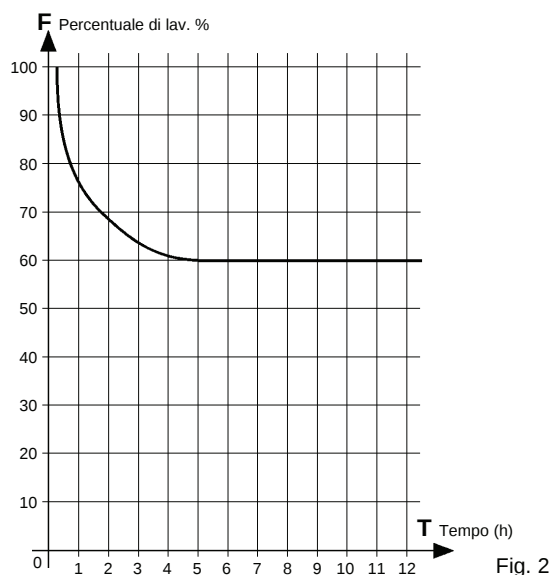

Fig. 2
1.1 Curva di massimo utilizzo (Fig. 2)